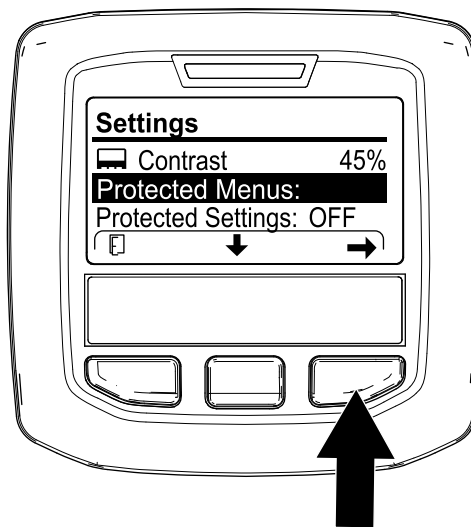

Рисунок 123
4. Нажимайте среднюю кнопку инфо-центра до тех пор, пока не будет выбрана опция PROTECTED MENUS (ЗАЩИЩЕННЫЕ МЕНЮ) (Рисунок 123), нажмите правую кнопку и введите свой 4-значный ПИН-код (например, 1 2 3 4).